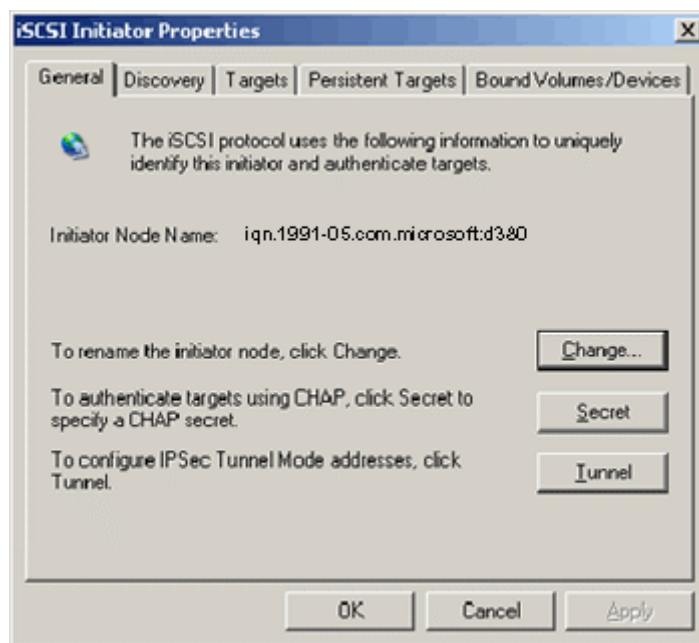

Ilustración 10-7. Propiedades del iniciador iSCSI: Página General
2. Configure el nombre IQN del software de inicio según su configuración. En la página iSCSI Initiator Properties, General (Propiedades del iniciador iSCSI, General) (consulte la Ilustración 10-7), haga clic en **Change** (Cambiar).